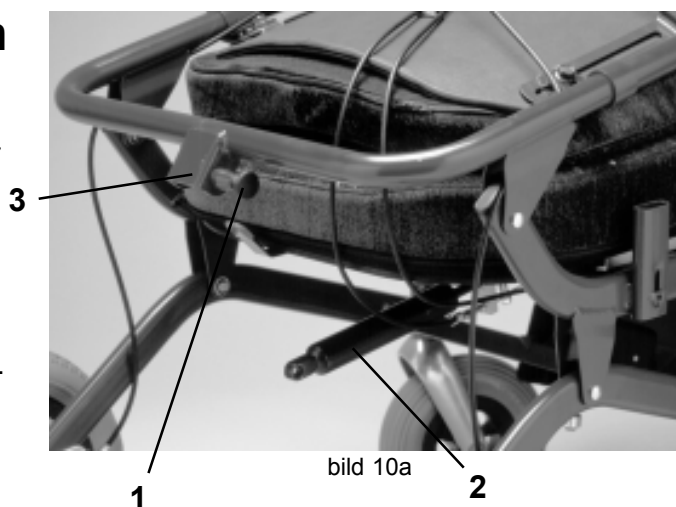

bild 10a
- Fatta med ena handen om körbygeln och dra ut ryggfällningssprinten (1), se bild 10a. Gasfjädern (2) faller då ned från fästet (3) och ryggstödet kan fällas framåt mot sitsen.